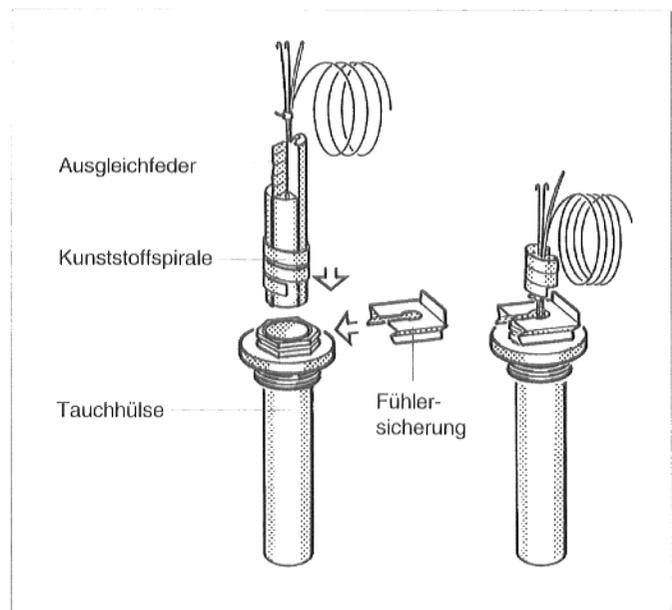

Abb. 13: Tauchhülse und Temperaturfühler
- Temperaturfühler bis zum Anschlag in die Tauchhülse einstecken. Die Kunststoffspirale schiebt sich dabei automatisch zurück. Die Ausgleichfeder muß mit in die Tauchhülse geschoben werden (Abb. 13).
- Fühlersicherung (Lieferumfang Regelgerät) von der Seite oder von oben auf den Tauchhülsekopf drücken (Abb. 13).